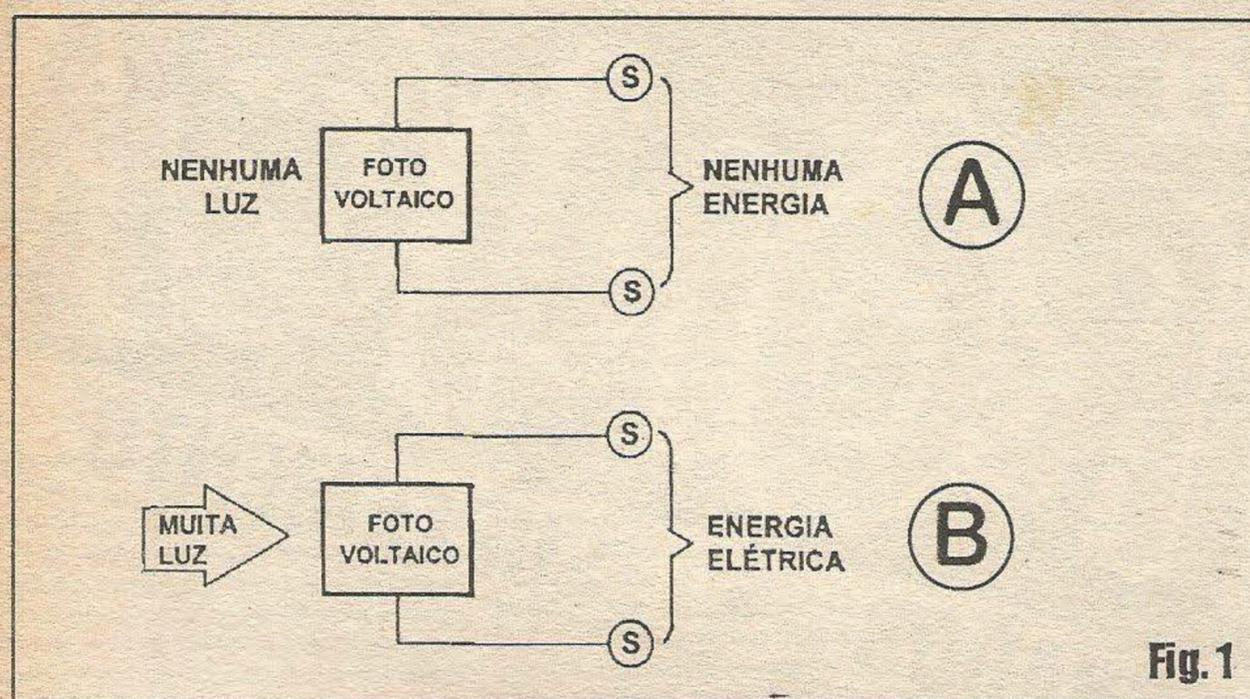

Fig. 1
- FIG. 1 - O PRINCÍPIO DE CONVERSÃO DOS FOTOVOLTAICOS - Os LDRs (vistos na aula anterior), reagem passivamente à luz, ou seja, apresentam uma alteração de suas características elétricas (no caso, a resistência...), quando submetidos à luz, de forma proporcional... Os FOTOVOLTAICOS operam de maneira bem diferente, ativa, já que eles produzem energia elétrica quando submetidos à luz (também de forma proporcional à intensidade da energia luminosa recebida...)! É possível fazer uma rápida (porém elucidativa...) analogia com os dispositivos eletro-acústicos (já vistos na série de aulas sobre O SOM E A ELETRÔNICA...): um FOTO-RESISTOR (como o LDR) assemelha-se a um microfone de carvão, já que este reage passivamente ao som, apenas sofrendo uma alteração na sua resistência - de forma proporcional - com o que precisa de uma fonte de energia elétrica externa para que possamos recolher os sinais gerados... Dentro da analogia, um FOTOVOLTAICO assemelha-se a um microfone de cristal que, quando submetido ao som, gera sinais elétricos proporcionais, transformando diretamente a energia acústica (mecânica) em energia elétrica... Assim, os FOTOVOLTAICOS podem ser considerados transdutores DIRETOS...!